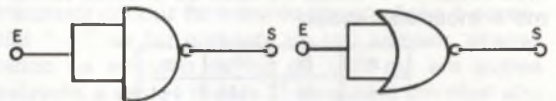

Figura 12
- 3- O operador, ou gate, inversor pode ser obtido através de um gate NAND (ou NOR) desde que as suas entradas sejam ligadas a único ponto que se constituirá na sua entrada \emptyset - figura 12.